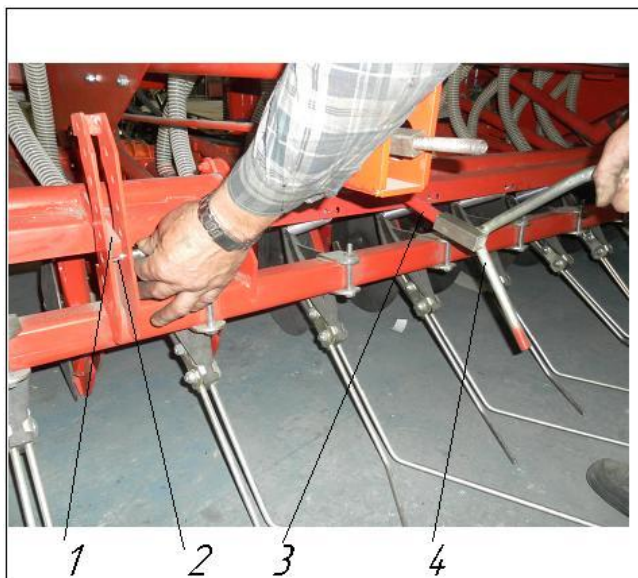

Рис. 76
- рукояткой (Рис. 76/4) для установки нормы высева за рычаг (Рис. 76/3) натяните или отпустите пружины.
- палец (Рис. 76/2) вставьте в отверстие под рычагом и зафиксируйте его пружинным зажимом.